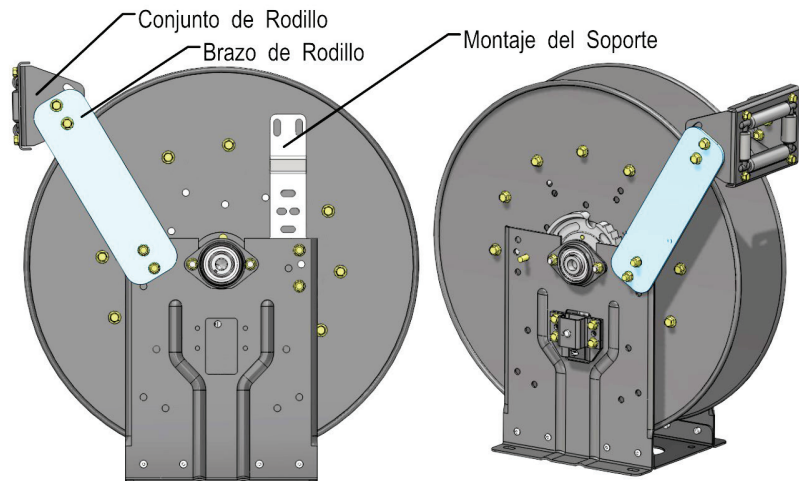

Figura 8 – Carrete con rodillos en la posición “TR”
4. Cambie los brazos de rodillo a la posición “TR” (Figura 8) al lado trasero del carrete. Alinee los agujeros y instale los pernos.
5. Reinstale el soporte de montaje de resorte como se muestra en la Figura 8, con dos pernos “spinlock” 3/8”-16 x 0.75 y dos tuercas “spinlock” 3/8”-16. El carrete debe parecerse como la Figura 8.